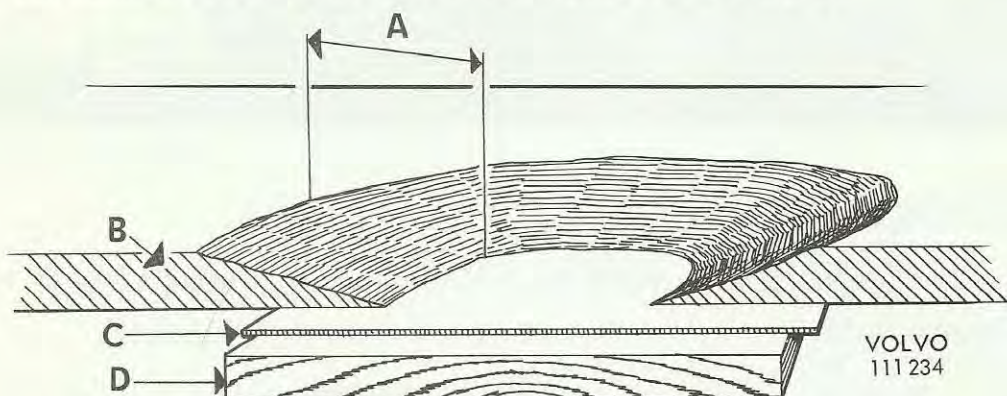

Bild 1
2. Slipa ner plasten från hålets kant och ca 10 cm utåt, så att en jämn uttunning erhålls (bild 1).
3. Vaxa en plåt, masonitskiva eller liknande, något större än hålet, och placera den som mothåll på baksidan av reparationsstället, enligt bild 1.